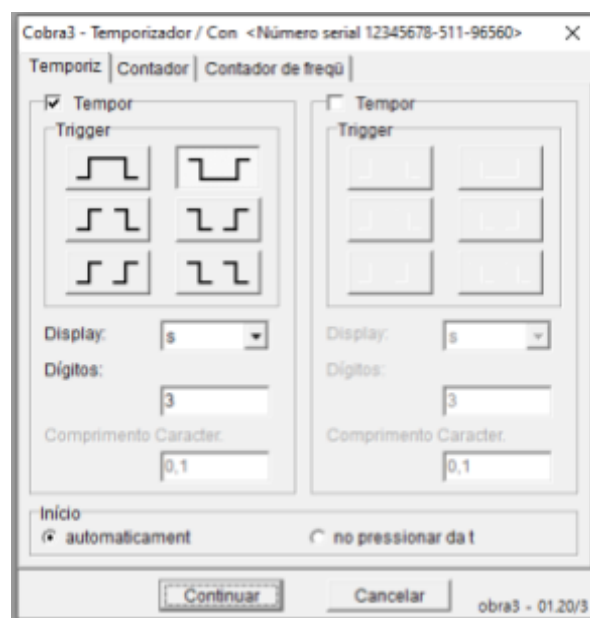

Figura 2: Software Measure
Nessa configuração, o software Measure deve ser configurado como mostra a figura 2:
- Aperte o botão [Continuar] do Measure (Figura 2) e vá aproximando o sensor de luz da vela do carrinho. Quando o sensor disparar a contagem do tempo pare de mover o sensor. Agora, ele está exatamente na marca 100 cm (com precisão de menos de 1 mm). Isso melhora a qualidade das medidas.